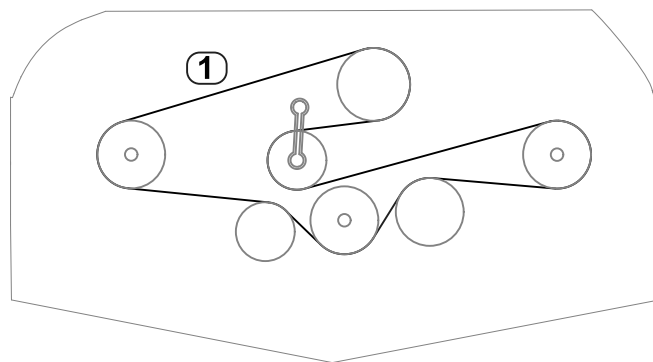

Figura 29
5. Utilizzando una chiave dinamometrica o uno strumento simile per fissare la puleggia tendicinghia, disponete la nuova cinghia attorno alle pulegge del perno e al gruppo della puleggia tendicinghia, come illustrato nella Figura 29.